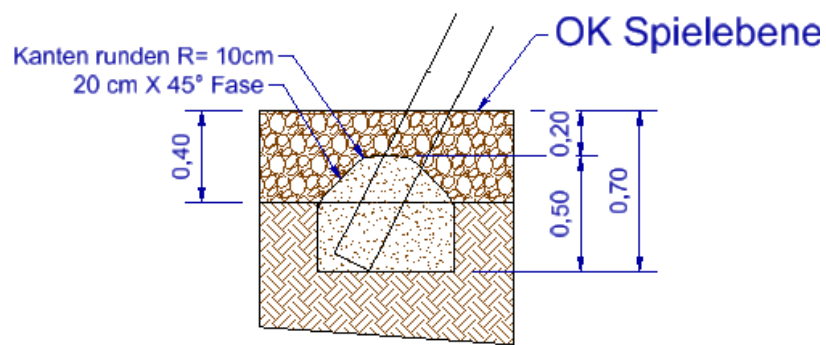

Bild 1, Abbildung zeigt Montagesituation an einem Gestell aus Robinie
- Den Winkel zwischen Seitendreiecken und Firststange mittels einer Dachlatte fixieren. Dazu schrauben Sie die Dachlatte zunächst in ca. 2m Höhe an einem Standpfosten fest und fixieren die Dachlatte dann an der Firststange ungefähr im Winkel von 45°. Siehe Bild 1 nächste Seite.
- Am fertig ausgerichteten Schaukelgestell an einem Seitendreieck zunächst eine durchgehende Bohrung anbringen zur Verschraubung von einem Standpfosten und der Firststange. Darauf achten, dass die Bohrung genau durch den Berührungspunkt von Standpfosten und Firststange verläuft. Siehe Bild 1.